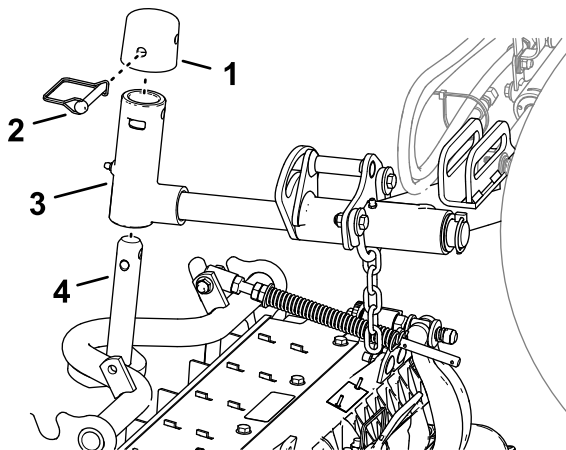

Figura 22
1. Infilate un apparato di taglio sotto il braccio di sollevamento (Figura 22).